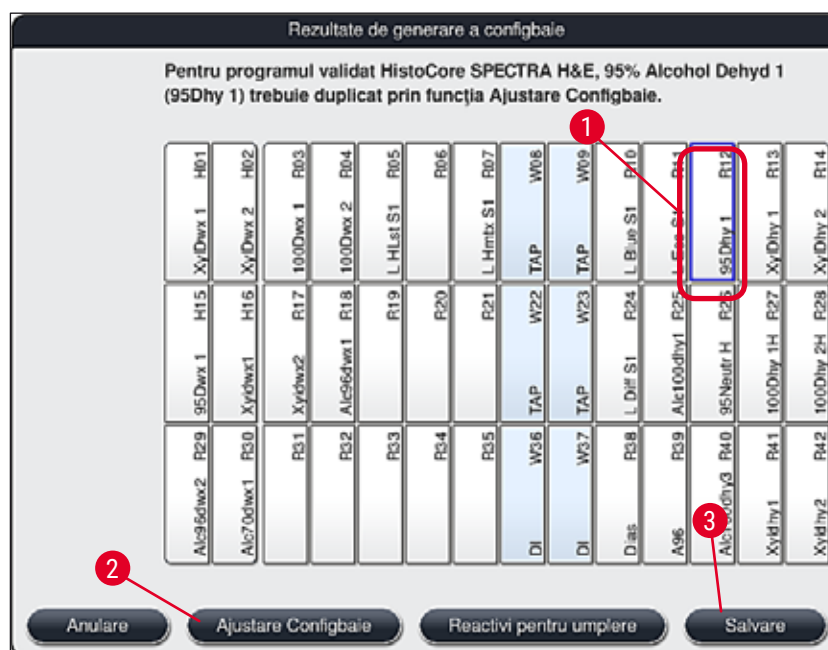

Fig. 52
- După ce software-ul calculează Configbaie folosind programele prioritare, utilizatorul obține o prezentare generală a rezultatelor afișate pe ecran (→ "Fig. 52").
- Dacă programele Leica nu au fost integrate în Configbaie, afișajul (→ "Fig. 52") se abate de la cel indicat (nu este ilustrat). În acest caz, reactivii pot fi încărcăți așa cum este descris în (→ P. 81 – Umplerea reactivilor).